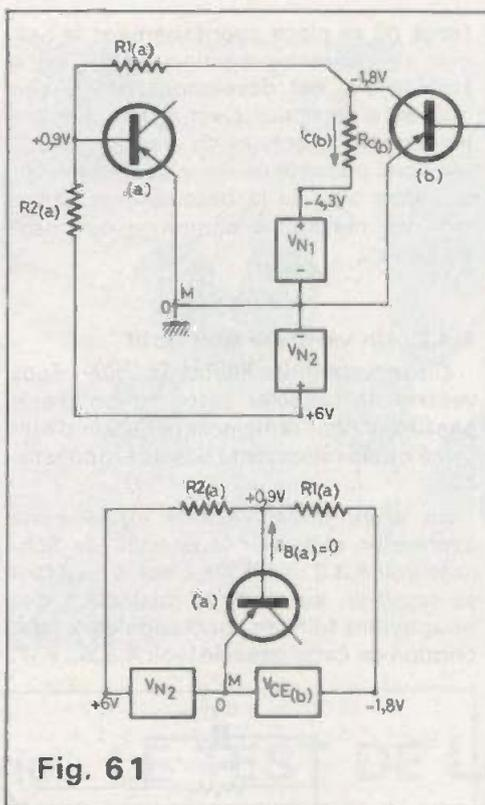
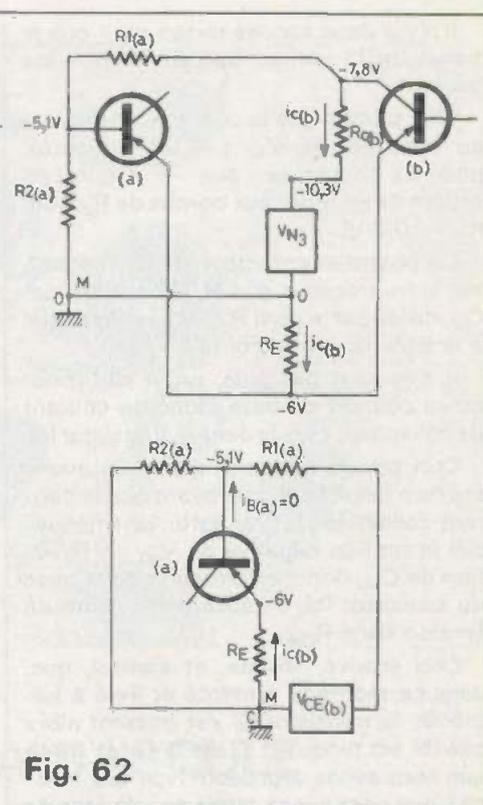
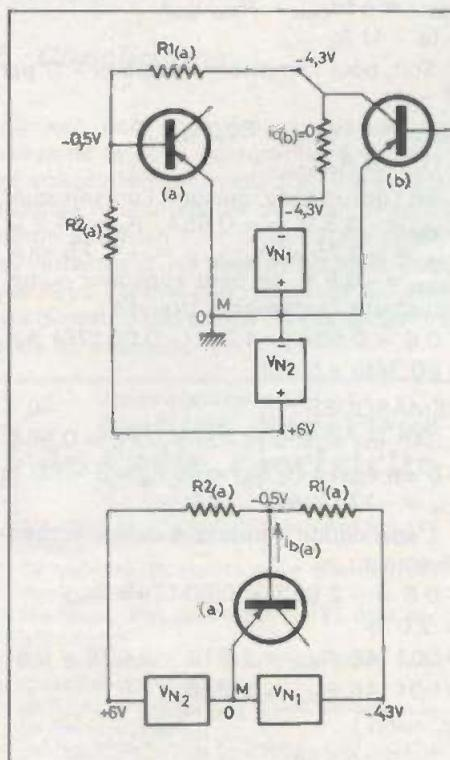

Fig. 61
Fig. 62
Fig. 63
sous du schéma simplifié de la figure 61*, rappelle bien l'ancienne figure I-75 qui nous avait permis d'établir l'expression qui donne $V_{BE(b)}$:
* Pour alléger les schémas des figures 61 à 64, les tensions « fléchées » ont été remplacées par l'indication des potentiels considérés par rapport à la masse (potentiel zéro).
La figure 62 représente, dans le même style que la figure I-75, un schéma simplifié, dans le même état que celui de la figure 61, mais après « glissement » de la source V_{N2} de l'autre côté de la masse (potentiel zéro) et après remplacement de cette source par la tension développée aux bornes de R_E .
Or, les deux transistors, quand ils sont passants (chacun à son tour) débitent un courant de même intensité ($i_{C(a)} = i_{C(b)}$) et les figures 61 et 62 font place aux figures 63 et 64, respectivement.